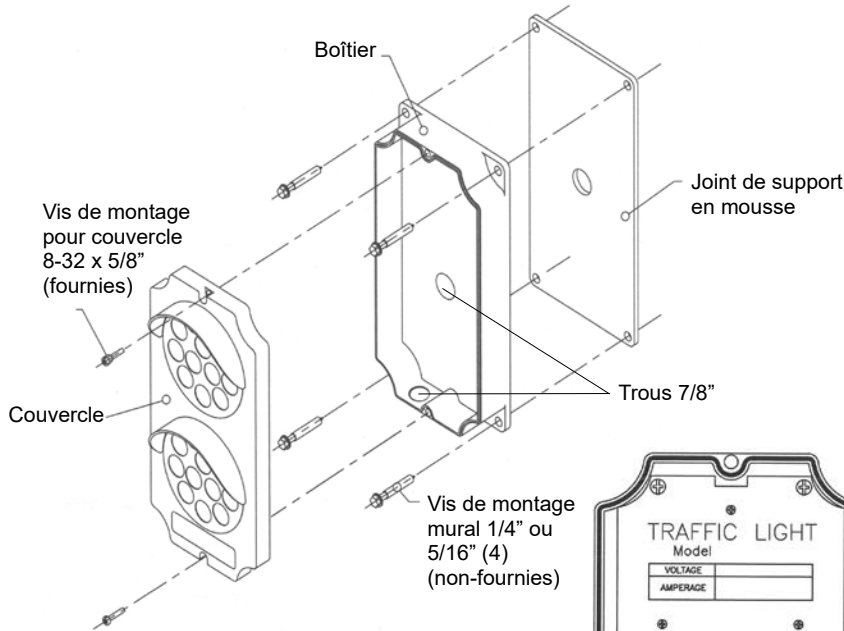
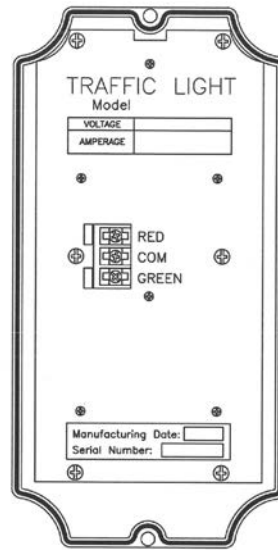
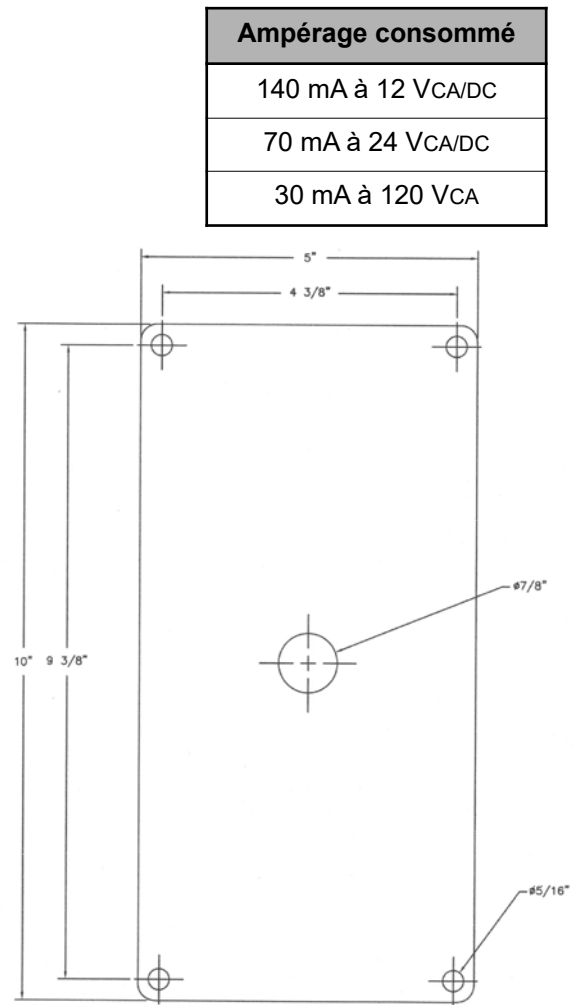

Figure 1: Vue explosée
Figure 2: Boîtier (vue arrière)
Figure 3: Dimensions et positions des trous de montage
1. Toujours mettre HORS-TENSION le circuit d'alimentation principale avant d'effectuer une intervention électrique. Démontez le couvercle du boîtier en retirant les deux (2) vis de montage (8-32 x 5/8" acier inoxydable).
2. En préparation de l'installation du boîtier au mur, poser quatre (4) chevilles d'ancrage acceptant des vis allant jusqu'à 5/16" de diamètre (non-fournies). Se référer aux dimensions montrées à la Figure 1 et la Figure 3.
3. Installer le conduit (non-fourni) à travers du mur ou en surface jusqu'au centre arrière ou au bas du boîtier. (pratiquer l'ouverture de diamètre 7/8" en choisissant le trou préparé approprié), se référer à la Figure 1 et la Figure 3. **NE CONNECTER PAS LE CONDUIT/FILAGE À TRAVERS LA PARTIE SUPÉRIEURE OU LE CÔTÉ DU BOÎTIER.**
4. Installer le joint de support arrière en mousse et visser le boîtier au mur en utilisant quatre (4) vis de 1/4" ou 5/16" en acier inoxydable (non-fournies), et passer le conduit dans le boîtier en utilisant le connecteur approprié.
5. Installer le filage et brancher le ensuite aux terminaux clairement identifiés à l'arrière du couvercle, se référer à la Figure 2 et au tableau « Ampérage Consommé ».
6. Attacher le couvercle au boîtier en utilisant les deux (2) vis de montage fournies.